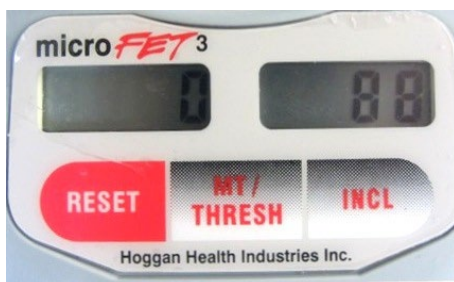

Bild 5. Exempel på testresultat som visar patientens startposition
- Tryck på den röda sidoknappen en tredje gång för att få värdet för patientens första positionsvinkel (se bild 5).